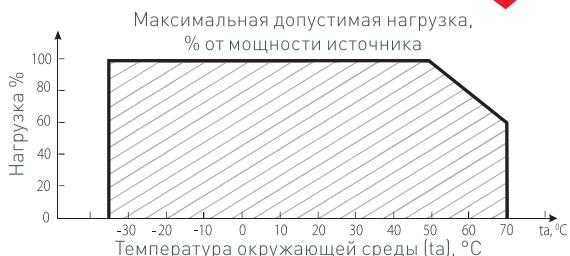

Рис. 2
- Температура окружающего воздуха от -35 до +50 °C (см. Рис. 2, график зависимости максимально допустимой нагрузки от температуры окружающей среды);
- 4.4. Не нагружайте источник питания более 80% от его максимальной мощности. Учитывайте, что с повышением температуры окружающей среды, максимальная мощность источника питания снижается, см. график зависимости максимально допустимой нагрузки от температуры окружающей среды на Рис. 2.